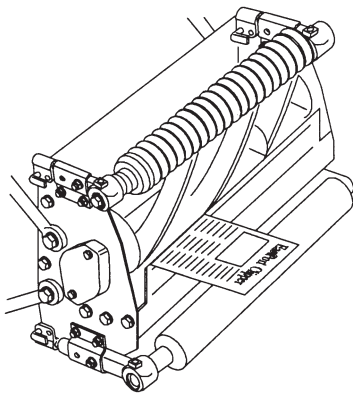

Figura 4
2. Colocar a unidade de corte da forma apresentada na Figura 4. Não coloque a unidade de corte sobre o botão de ajuste da plataforma já que este procedimento irá afectar a folga existente entre o cilindro e a plataforma. Coloque um bloco de madeira debaixo do tubo cruzado para manter a posição do botão de ajuste.